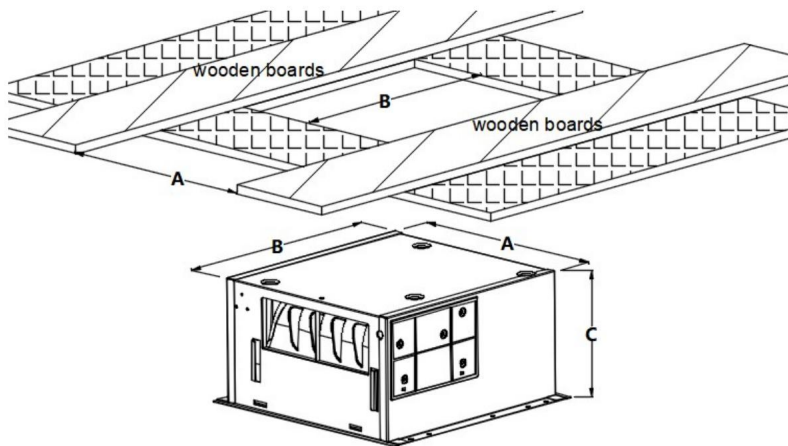

Abb.2.
3. Befestigen Sie zwei Holzbretter mit einer Dicke von über 15 mm und richten Sie die ausgeschnittenen Löcher aus. Beachten Sie dabei die im Diagramm gezeigte Installationsrichtung. (Siehe Abb. 2.)